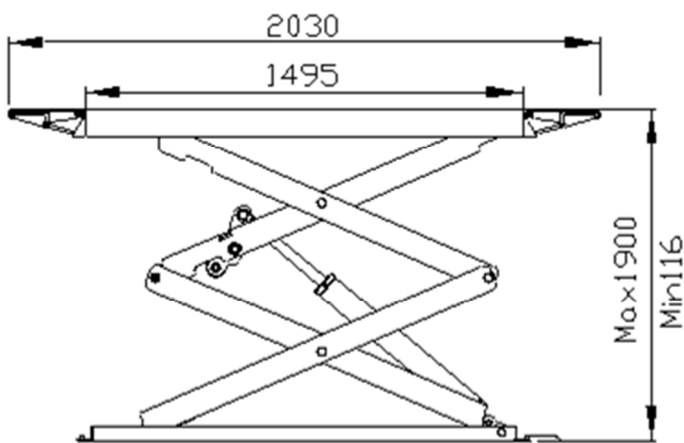

Fig. 2
**FAITES ATTENTION!** Lors de l'installation du pont, tenir compte des dimensions (fig. 2 et 3). Le pont peut être soulevé d'un maximum de 1900 mm, auquel il faut ajouter la hauteur du véhicule, assurez-vous donc d'avoir une hauteur suffisante sur le site d'installation. Lors de l'installation, tenez également compte des dimensions du pont et de la zone de sécurité d'au moins 1 mètre qui doit être maintenue autour du pont, celle-ci doit être marquée après l'installation. Dessinez les mesures sur le sol avec de la craie avant de placer le pont. La flèche noire indique la direction d'approche, tenez-en compte lors du placement du pont.